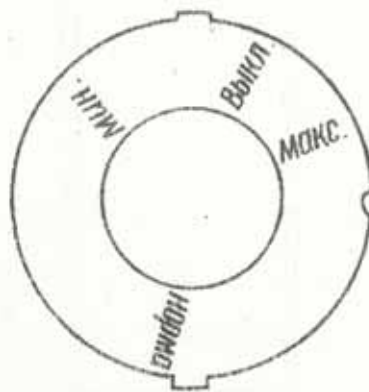

Рис.4. Шкала температурного режима
5.2. Желаемый температурный режим в холодильной камере и низкотемпературном отделении достигается путем установки ручки терморегулятора (рис.4) в соответствующее положение: